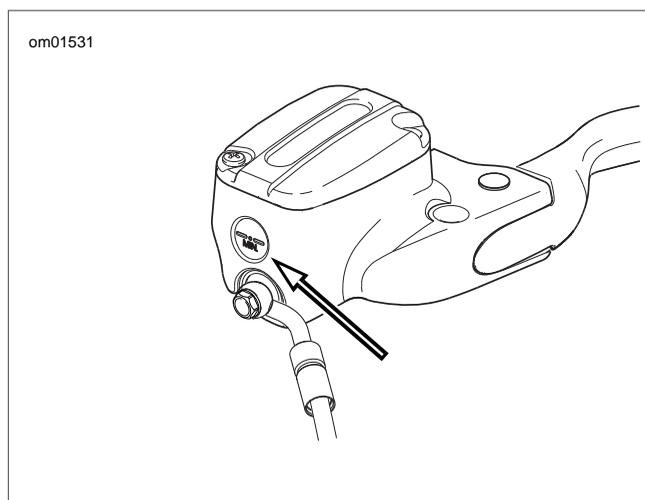

Figure 1-17. Jauge à vitre de réservoir d'embrayage
2. Voir Figure 1-17. Observer la jauge à vitre du réservoir et vérifier la présence du liquide. La jauge à vitre doit sembler foncée si du liquide est présent.